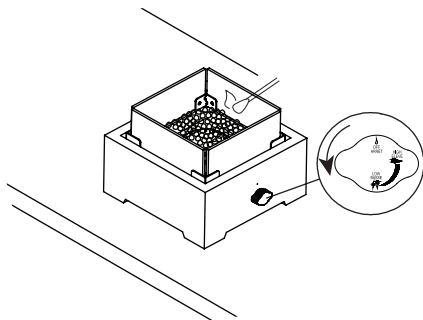

Figura 12
3. La perilla de control debe estar en la posición "OFF" (apagado) (Figura 12).